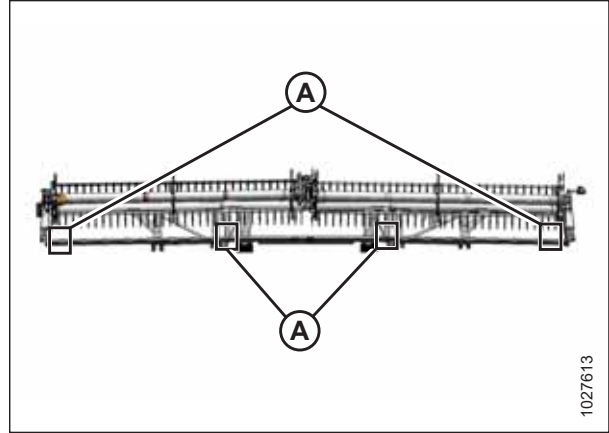

Abbildung 4.263: Messstellen an FlexDraper® Schneidwerk mit zweiteiliger Haspel
- Schneidwerke mit zweiteiliger Haspel: Abbildung 4.263, Seite 454